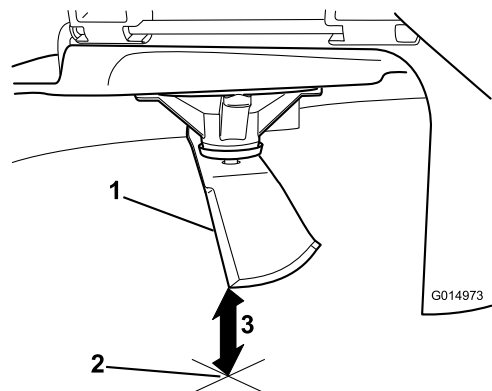

Figura 92
5. Mesurez la distance entre la pointe de la lame et la surface plane (Figura 92).